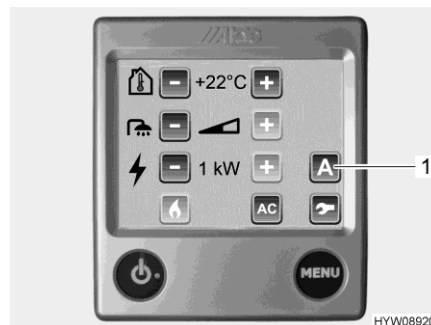

Fig. 164 Menu delle impostazioni (ventola aggiuntiva)
La ventola aggiuntiva viene azionata tramite la centralina di controllo (Fig. 164) del riscaldamento ad acqua calda.
- Premere il pulsante "A" (Fig. 164,1). Vengono visualizzate le funzioni.